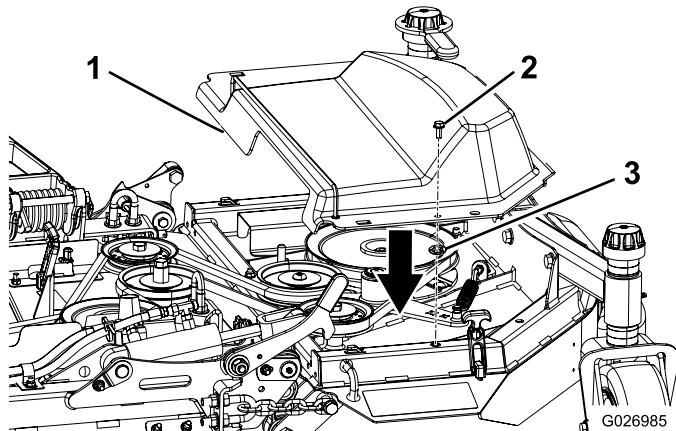

Figure 12
- Montez un boulon et un écrou poussoir sur le couvercle en plastique droit (Figure 12).